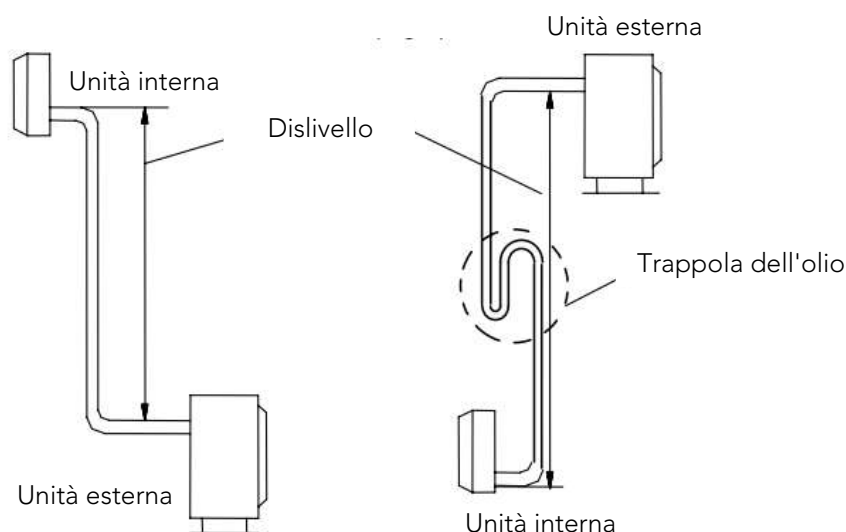

Fig 3
- Se la posizione di installazione dell'unità esterna è più alta di quella dell'unità interna e il tubo è più lungo di 10 m, aggiungere un sifone nel tubo del gas ogni 8 m (Fig. 3)